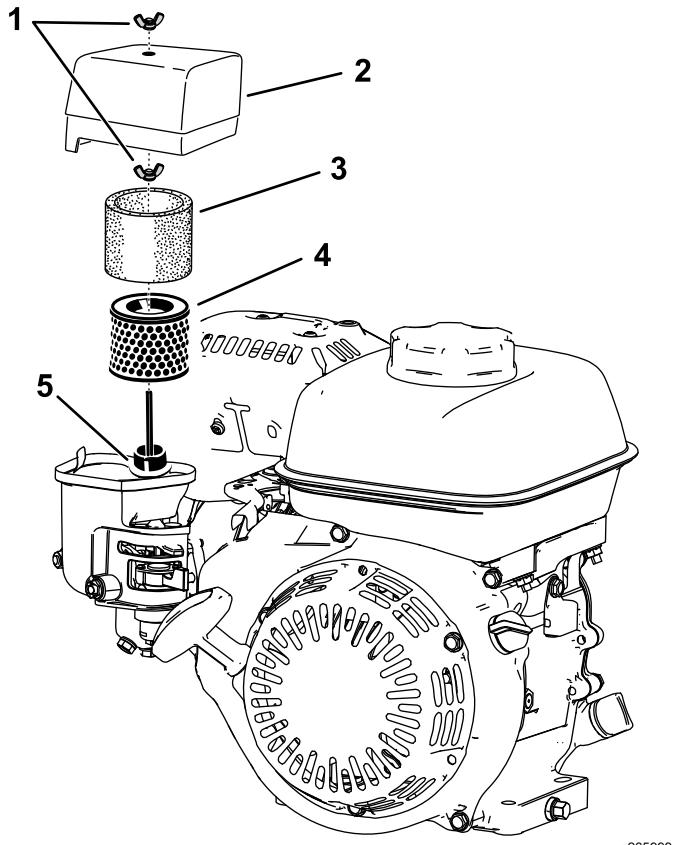

図 17
2. エアクリーナカバーを固定している蝶ナットを外す **図 17**。